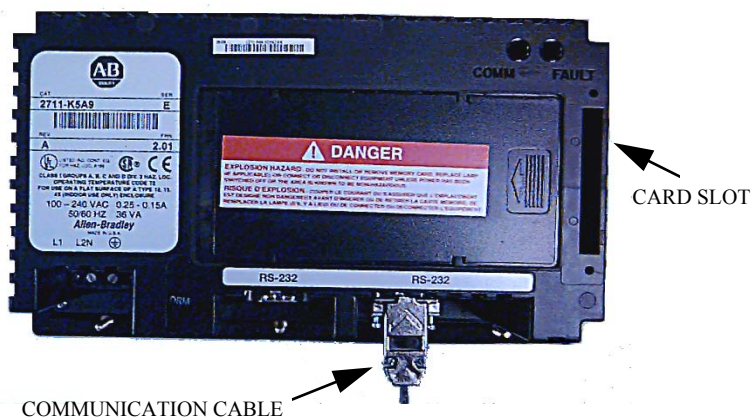

Figura 3.88 – Vista posteriore dell'interfaccia operatore
1. Individuare lo slot verticale per la scheda sul retro dell'interfaccia operatore. Vedere la Figura 3.88.